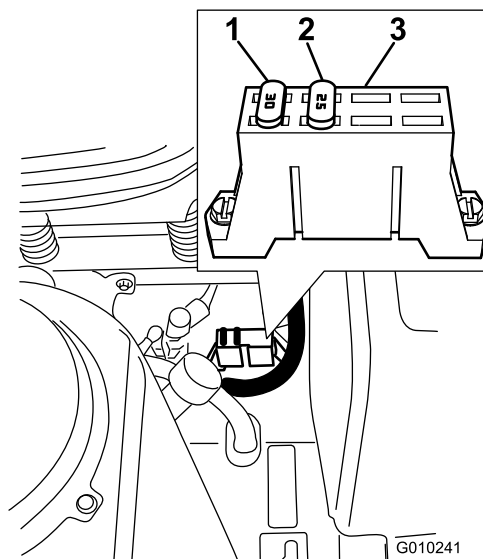

Figura 14
5. En modelos de 2013 y anteriores, instale el fusible de 15A en el circuito abierto para accesorios del bloque de fusibles (Figura 14).